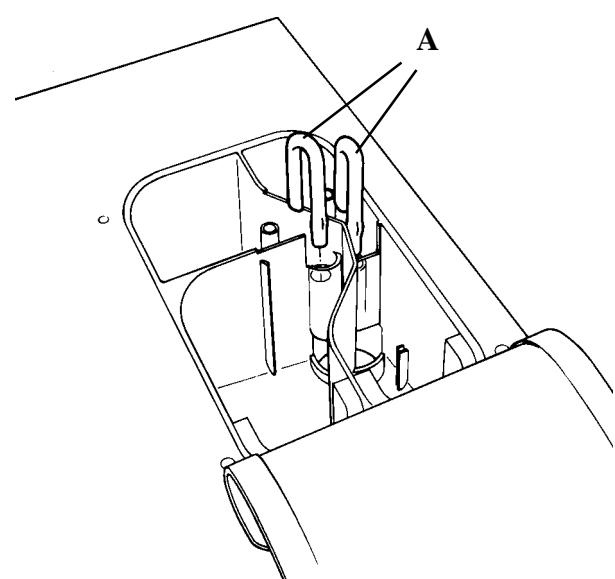

fig. 17
- Remove the trap hoses (*fig. 17/A*), clean inside with pressure water and re-assemble. Immerse the hoses in warm water to facilitate cleaning.
- Extraer los tubos sifón (*fig. 17/A*), limpiar su interior con agua a presión y volver a montarlos. Sumergir los tubos en agua templada para facilitar la limpieza.
- Enlever les tuyaux siphon (*fig. 17/A*), nettoyer l'intérieur avec de l'eau sous pression et les remonter. Plonger les tuyaux dans de l'eau tiède pour faciliter le nettoyage.